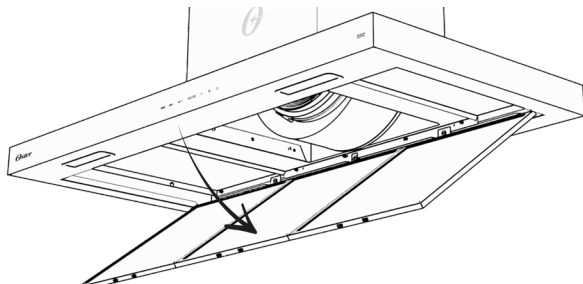

Figura 17
Desmontando os filtros: Retire um filtro de cada vez, segurando-o por baixo com uma das mãos e puxando a trava do filtro metálico (4) para trás [ver figura 17]. Para montá-lo, faça a operação inversa.